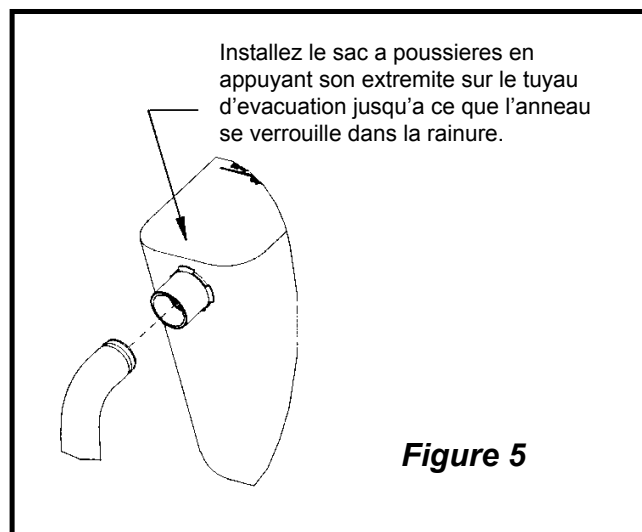

Figure 5
Cette machine doit être mise à la terre pour protéger l'opérateur du danger d'électrocution. La machine est munie d'un cordon d'alimentation avec deux principaux conducteurs et un conducteur de terre. Branchez la fiche dans un réceptacle du type indiqué dans la figure 5. Le conducteur vert et jaune est le conducteur de terre. Ne jamais brancher ce conducteur à une borne autre que celle de mise à la terre.
1. Installez le sac à poussières en appuyant son extrémité sur le tuyau d'évacuation jusqu'à ce que l'anneau se verrouille dans la rainure (Figure 5). On y parvient plus facilement en appuyant sur l'arrière de l'ouverture du sac avec la paume de la main.
Pousser sur le bouton de verrouillage (1) et appliquer une pression des mains sur les leviers (2). Pour arrêter l'appareil, relâchez les leviers (Voir fig. 5).